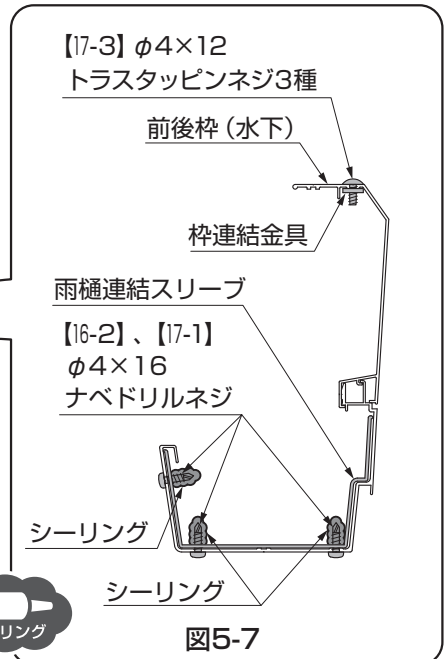

図5-7
- ②前後枠 (水下) を枠連結金具、雨樋連結スリーブと【16-2】、【17-1】、【17-3】でネジ止めしてください。
- ③雨樋連結スリーブを挿入した前後枠の端部にシーリング材を添付してください。
- ④もう一方の前後枠を連結し、【16-2】、【17-1】、【17-3】でネジ止めしてください。
- ⑤内側に出ているネジの先端と周りにシーリングをしてください。(図5-7参照)
- ⑥連結部からはみ出たシーリング材を拭きとってください。